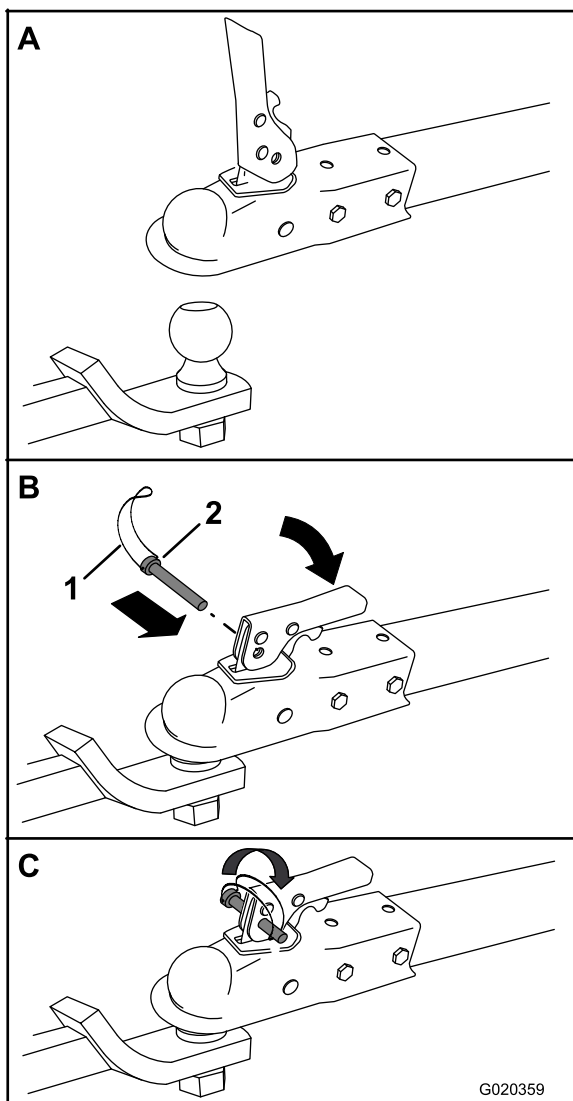

Figura 15
3. Abra la palanca del acoplamiento (Figura 15).